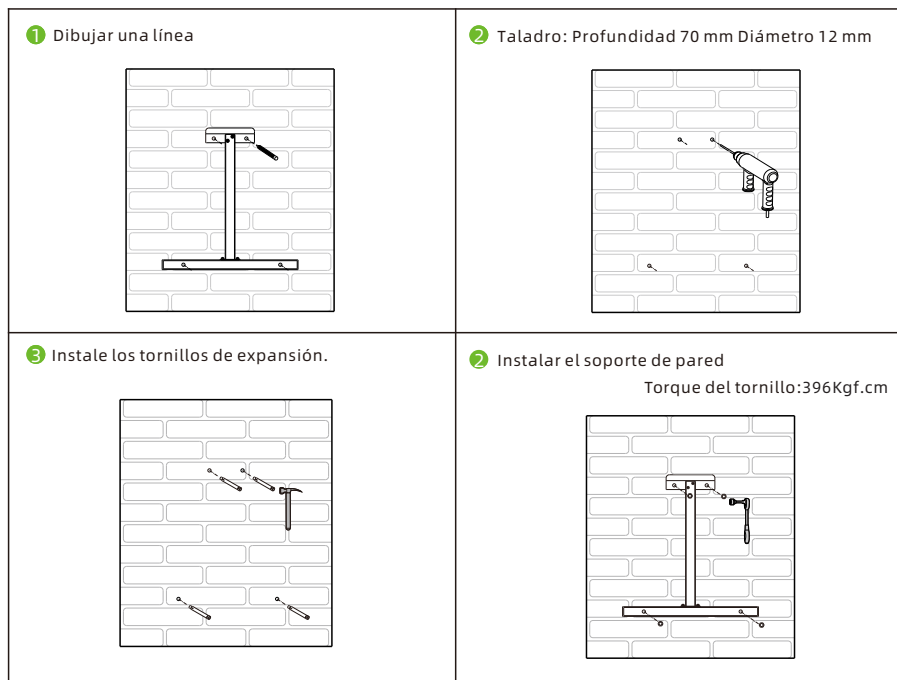

Fig 5.9
- PASO 1:** Utilice la placa de montaje en pared como plantilla, taladre agujeros en la pared e inserte los pernos de expansión como muestra la Fig. 5.9.